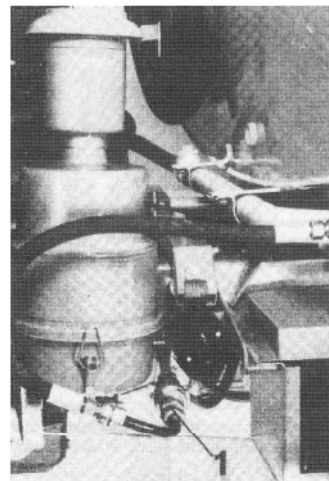
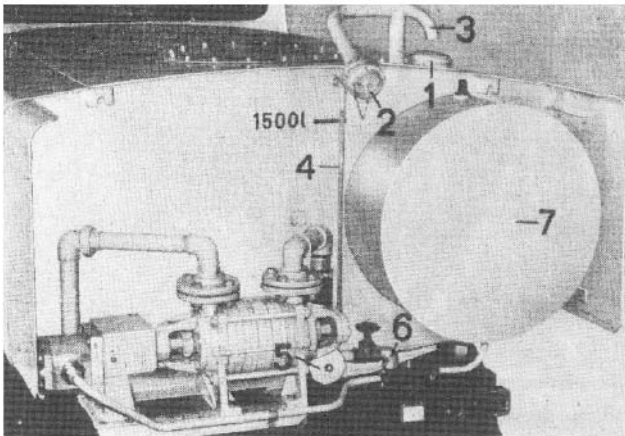

Bild 91.
Bild 92
Die Aufbauhydraulik ist mit der Grundfahrzeughydraulik durch eine lösbare Kupplung (Bild 91/1) und eine Rohrverschraubung verbunden. Da der Hydraulikölvorrat im Grundfahrzeug für die Funktion des Aufbaues nicht ausreicht, ist heckseitig am Aufbau ein zusätzlicher Ölbehälter (Bild 92/7) angebaut. Beide Ölbehälter sind im Hydraulikkreis miteinander verbunden. Die Hydraulikanlage ist durch ein Druckbegrenzungsventil gegen zu hohe Druckbelastung abgesichert.
1. Verschußdeckel (Bild 92/1) entfernen.
3. C-Schlauch an die Schlauchkupplung (Bild 92/2) des Einfüllstutzens ankuppeln.
5. Wasserstand am Wasserstandanzeiger (Bild 92/4) kontrollieren.
Für die Entnahme von kleineren Wassermengen ist heckseitig ein Wasserhahn vorhanden (Bild 92/6).
Weiterhin muß der im Wasserkreislauf angebrachte Filter (Bild 92/5) regelmäßig (bei ständigem Einsatz alle 14 Tage) gereinigt werden, um die Wasserpumpenleistung nicht zu verringern. Die Lagerstellen des Schwenkarmes sind je nach Einsatz abzuschmieren. Die Schraubverbindungen zwischen Behälteraufbau und Grundfahrzeug sind regelmäßig zu kontrollieren. Bei längerem Stillstand der Pumpe ist diese von Zeit zu Zeit mit der Hand durchzudrehen, um ein Festwerden oder Blockieren des Läufers bzw. eine Überlastung des Motors zu vermeiden. Die Kreiselpumpe mit einem dünnflüssigen gut haftenden Öl konservieren.